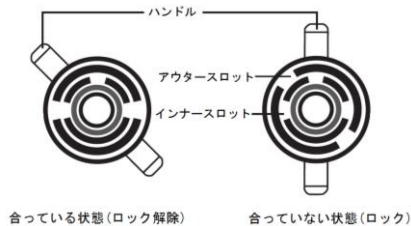

図4 TruClear シース 9.0 のハンドルのアライメントの状態
- a) シースのハンドル部を反時計回りに回転させ、インナーロットとアウトスロットを一直線上に揃える。(図4)